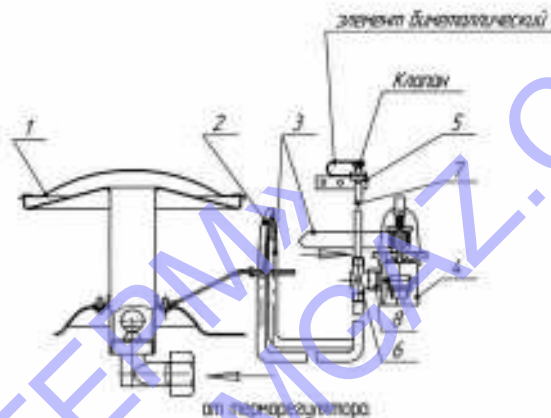

Рис. 3. Схема подключения автоматики безопасности по тяге к магнитному газовому клапану, горелке запальной, термопаре:
5.5. Датчик тяги, при отсутствии тяги в дымоходе работающего аппарата, автоматически гасит пламя запальной горелки, отчего клапан газовый магнитный полностью перекрывает доступ газа к горелкам (рис. 3).